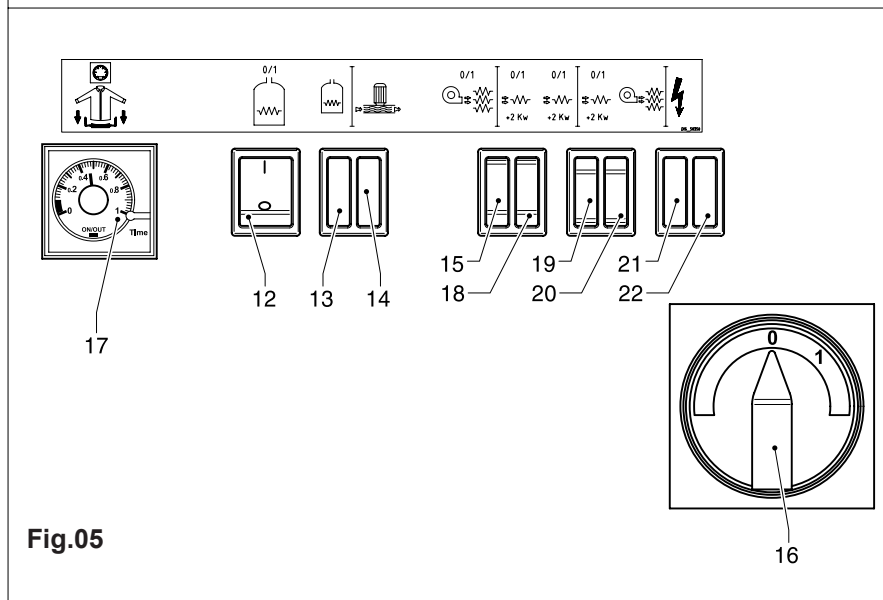

**Fig.05**
- a) Encender el interruptor general previsto en la línea eléctrica de alimentación y el interruptor bloqueo en puerta (16) Fig.05, del cuadro eléctrico de la máquina el encendido de la luz de aviso roja (22) Fig. 05 señalará la presencia de corriente en la máquina.
- a) Den Hauptschalter der elektrischen Versorgungsleitung und den Verriegelungsschalter (16) Fig.05, am Schaltfeld der Maschine einschalten; das rote Licht zeigt (22) Fig. 05, daß die Maschine jetzt mit Strom versorgt ist.